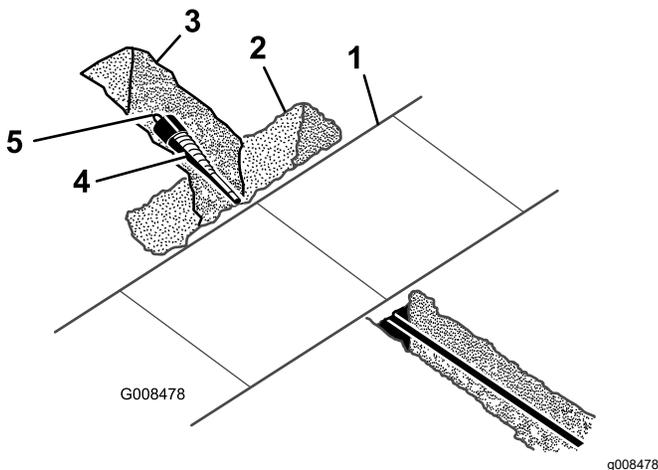

Bild 28
1. Graben Sie vorsichtig mit einer Schaufel um den Bohrer herum und entfernen Sie Erde, bis er entfernt werden kann (Bild 28).
2. Entfernen Sie den Bohrer und bringen Sie das Räumwerkzeug an (Bild 28), siehe Anbau von Zubehörteilen \(Seite 15\).
3. Befestigen Sie das Kabel oder das Rohr, das am Drehzapfen am Ende des Räumwerkzeugs angebracht wird (Bild 28).